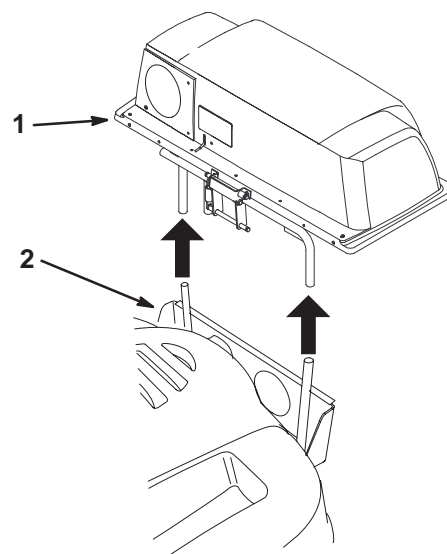

Figure 15
4. Soulevez le couvercle du collecteur avec précaution et dégagez-le du support de fixation rapide (Fig 15). Cette opération s'effectue plus facilement à deux.